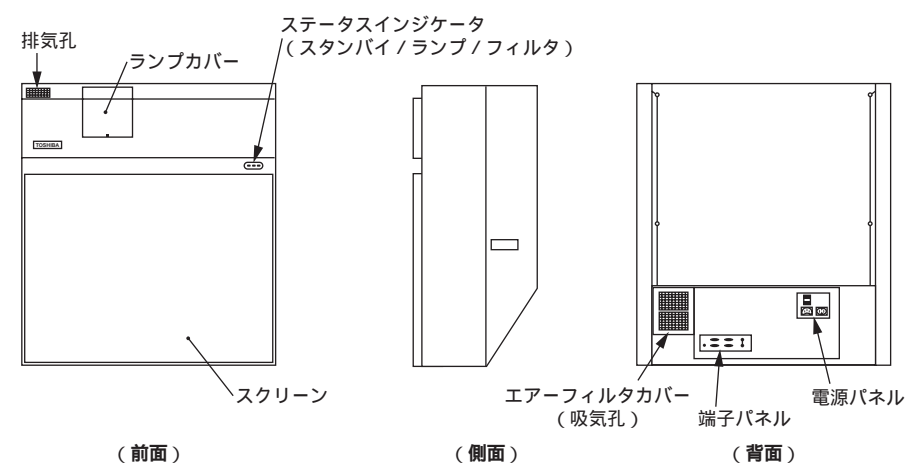
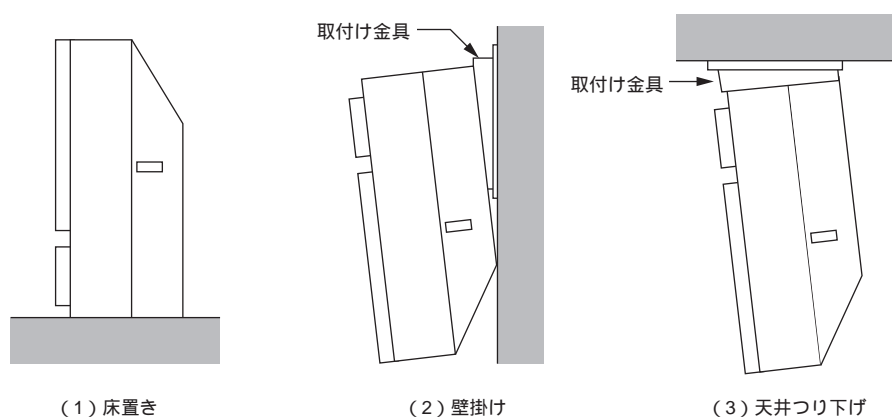

図6．P401LCの構造 筐体背面部に入出力端子，吸気孔を配置，また前面部に排気孔を配置することで様々な設置方法に対応している。
図7．設置例 いずれも，設置場所を選ばない省スペース設計になっている。
プロジェクタの外観を図6に、設置例を図7に示す。床置き、壁掛け、天井つり下げなど、設置場所を選ばない構造とした。また、複数台のプロジェクタを上下2段積みで使用するなど、多目的に活用できる。
5.2.1 入出力端子/吸排気孔のレイアウト 様々な設置方法に対応させるため、図6に示すように筐体背面に傾斜面を設け、入出力部(映像信号入出力端子、制御信号入出力端子、電源インレットなど)、吸気孔(冷却用空気取入口)を配置し、排気孔を前面に配置した。